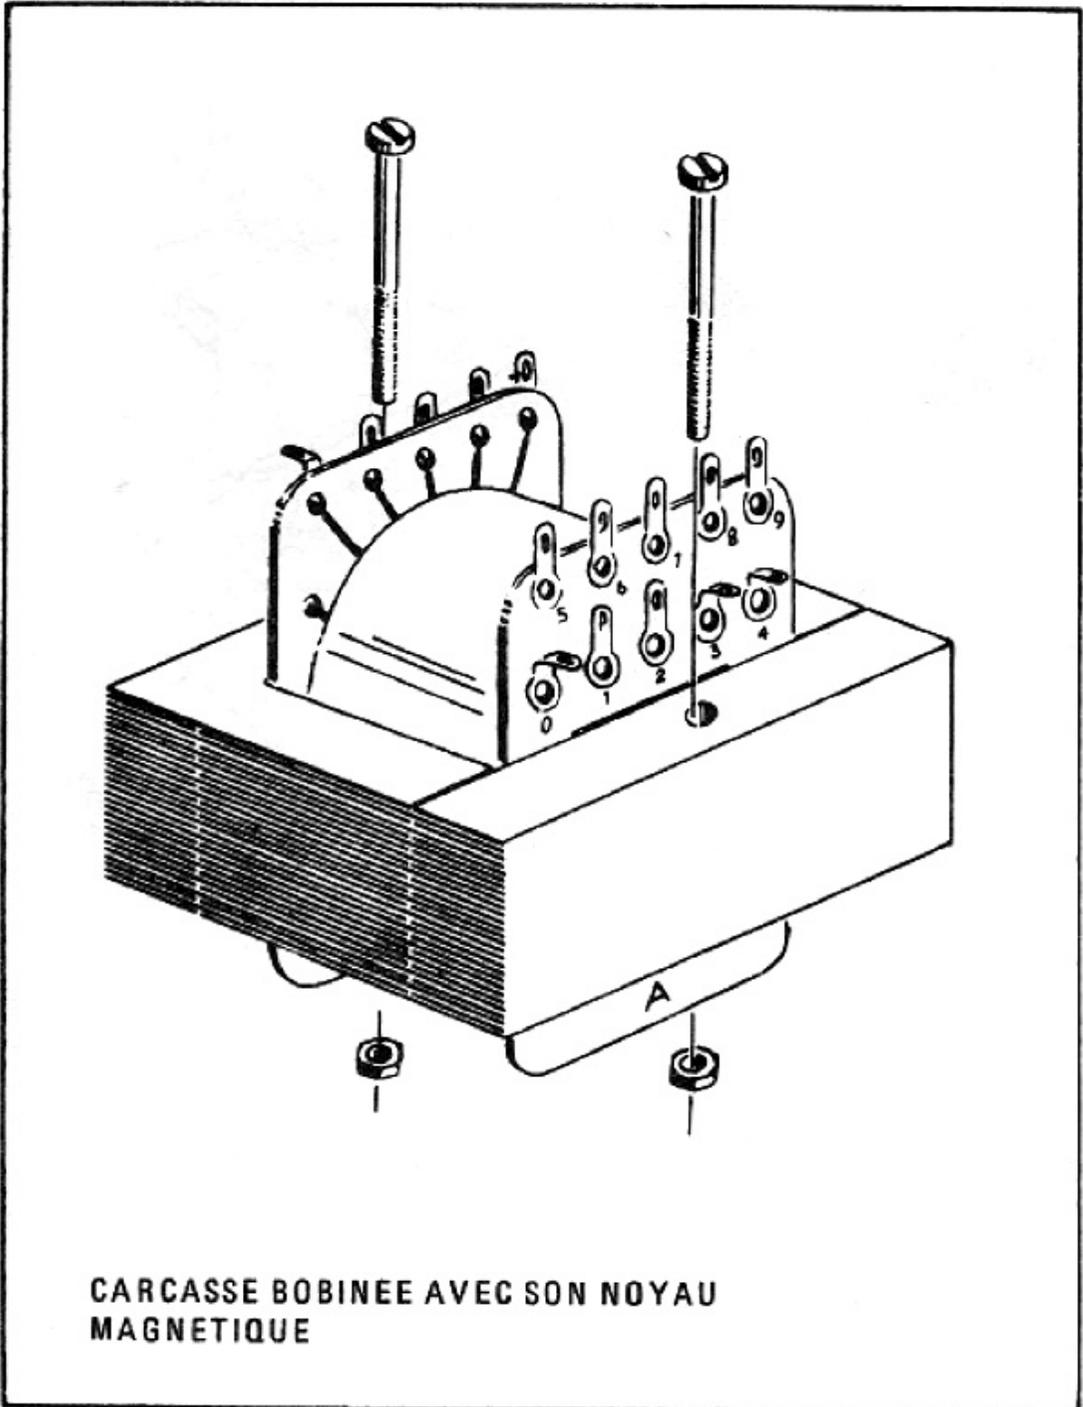

Figure 19
Enfin pour terminer le montage, disposez une tôle en I sur la première tôle introduite du côté A, c'est-à-dire sur la tôle en E. Le montage terminé la bobine aura l'aspect montré *figure 19*.
g) Pour maintenir les tôles à leur place exacte et éviter de faux mouvements pendant leur manipulation, fixez les deux vis de 3x35 mm. dans les ouvertures pratiquées dans les tôles et bloquez-les avec deux écrous (*figure 19*).